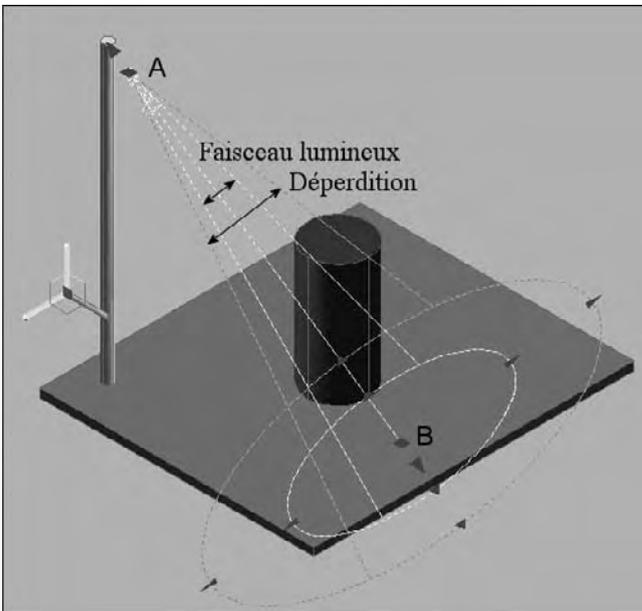

Fig.10.9
- 2 Cliquez dans le dessin pour spécifier un emplacement pour la source lumineuse (A).
- 3 Cliquez pour spécifier une cible (B).
- 5 Appuyez sur ENTREE pour terminer l'opération (fig.10.9).